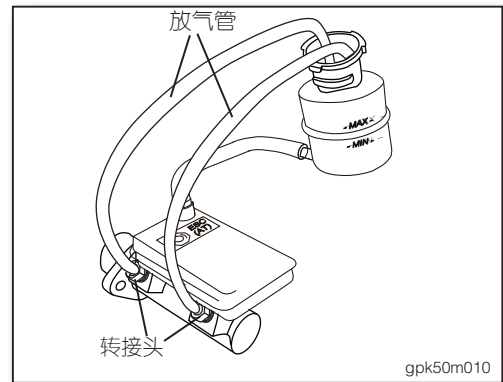

图14
3. 将塑料管的开口端弯曲插入制动液储液罐中，并使塑料管尽量接近制动液储液罐底部(如图14)。